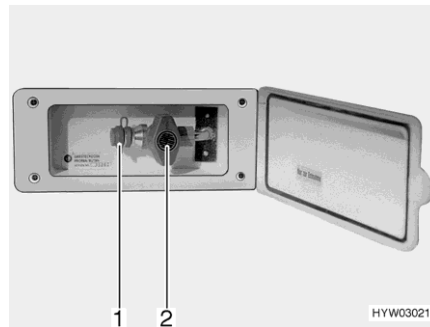

Fig. 63 Presa gas esterna (rubinetto di arresto del gas chiuso)
- Collegare l'apparecchio a gas esterno all'attacco (Fig. 63,1).
- Aprire il rubinetto di arresto del gas (Fig. 63,2).